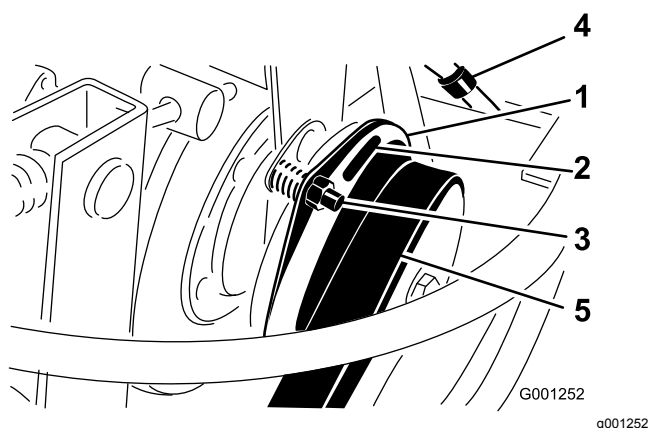

Figura 76
- Ajuste a folga de modo a permitir a introdução de um calibrador de 0,38 mm entre a cobertura da embraiagem e a placa de fricção (Figura 76).
Nota: Pode reduzir esta folga se rodar a porca de ajuste no sentido dos ponteiros do relógio (Figura 76). A folga máxima é de 0,76 mm. Ajuste as 3 folgas.